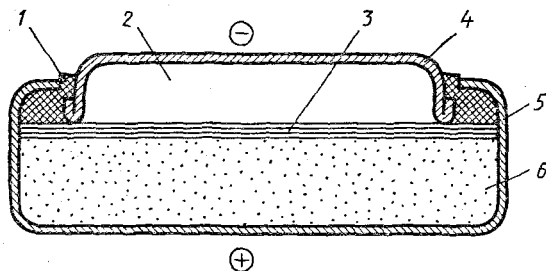

Рис. 12. Устройство ХИТ:
**Химические источники тока** — устройства, вырабатывающие электрическую энергию за счет прямого преобразования химической энергии окислительно-восстановительных реакций (рис. 12).